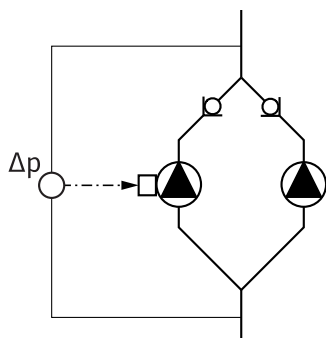

Fig. 18: Príklad, prípojka snímača tlakového rozdielu
- Napríklad na Fig. 18 je čerpadlom master ľavé čerpadlo v smere prúdenia. Na toto čerpadlo pripojte snímač tlakového rozdielu.
- Meracie body snímača tlakového rozdielu čerpadla master musia v príslušnom zbernom potrubí ležať na nasávacej a výtlačnej strane zariadenia s dvoma čerpadlami (Fig. 18).